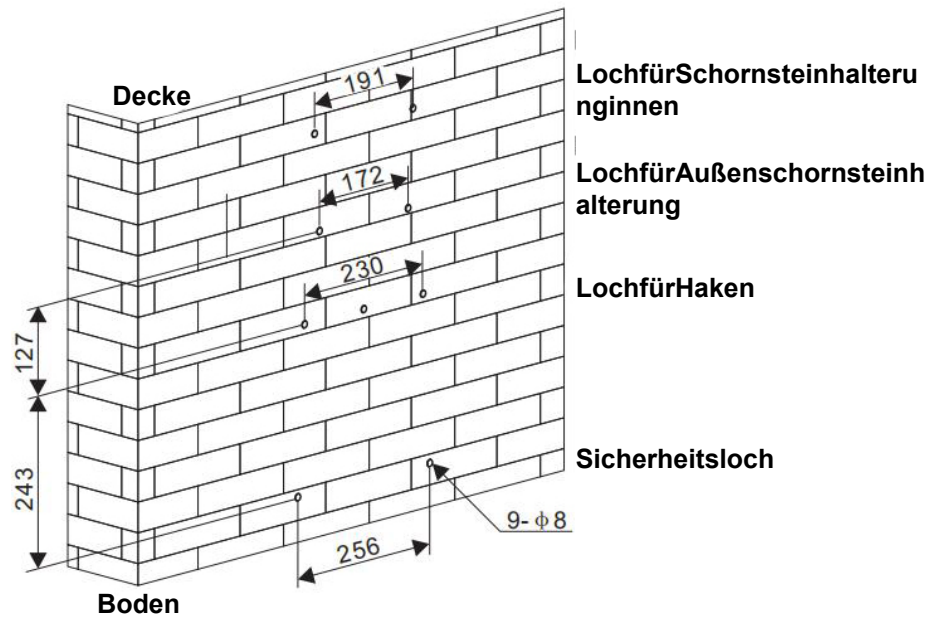
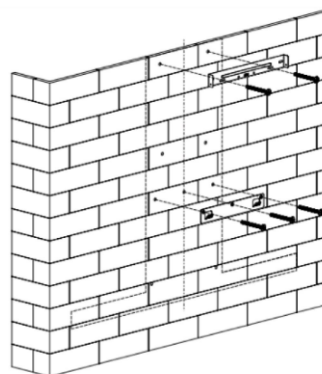

Abb. 2
Abb. 4
3. Nachdem Sie die Einbauhöhe der Dunstabzugshaube überprüft haben, bohren Sie 9 $\phi 8$ Löcher für den Haken, die Innenschornsteinhalterung, die Außenschornsteinhalterung und die Sicherheitslöcher, und setzen Sie dann Dübel in die Löcher ein. Siehe Abb. 2 und 3. Befestigen Sie den Haken und die innere Schornsteinhalterung mit Schrauben $St4 \times 40\text{mm}$ an der Wand. Siehe Abb. 4.